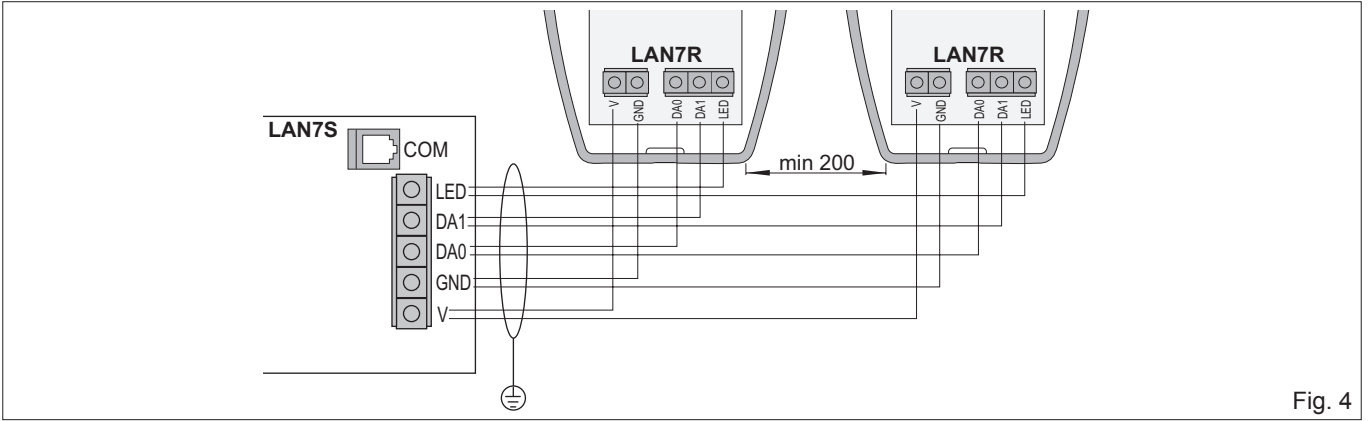

Fig. 4
- Collegare la scheda LAN7R all'unità di gestione LAN7S mediante cavo schermato tipo antifurto (non di ns. fornitura) come indicato in fig. 4 (collegare la schermatura al morsetto di terra).
- Collegare l'unità di gestione LAN7S all'unità di lettura LAN7R come indicato in fig. 4.
- Connect the card LAN7R to the LAN7S control unit by means of a burglarproof-type screened cable (not supplied) as shown in fig. 4 (taking care to connect the screening to the earth terminal).